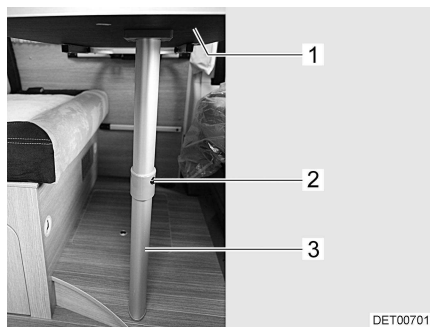

Fig. 40 Base de cama
- Levantar ligeramente por delante el tablero de la mesa (Fig. 40,1).
- Presionar el botón de desbloqueo (Fig. 40,2) y abatir 90° la parte inferior de la pata de apoyo articulada (Fig. 40,3).